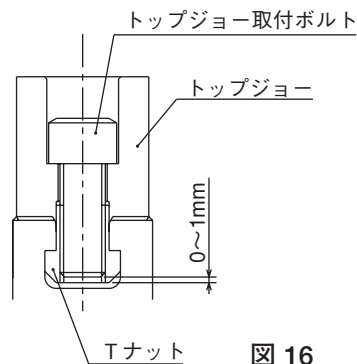

図 16
- ジョー取付ボルトのTナットに対するねじ込み深さが浅いと、Tナットが破損し、ジョーや工作物が飛散して危険。取付ボルトが長すぎてTナット底面から突き出ている場合も、トップジョーが固定されないため、ジョーや工作物が飛散して危険。従って、ジョー取付ボルトの全長はTナットの底面より0~1mm程度とすること。(図16参照)